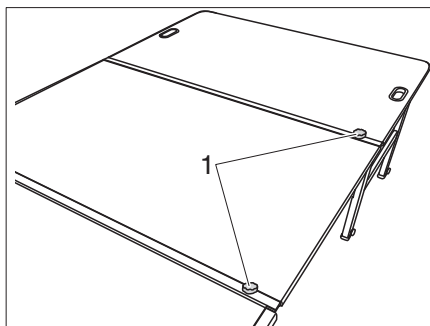

Figure 31 Mettre en place la sécurité
- Serrer les vis étoiles (Figure 31, 1) dans les deux raccords de rails pour les fixer.